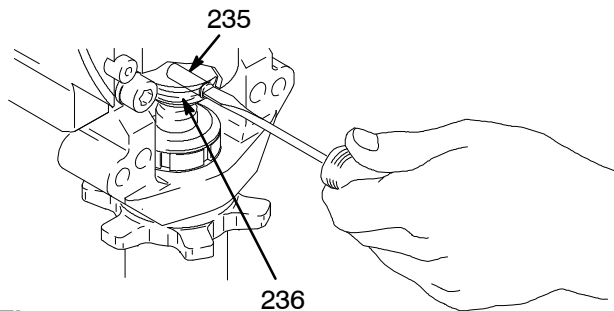

Fig. 1
3. Ta bort sugröret (34); håll fast med en nyckel på intagsventilen (A) så att pumpen inte lossnar.
4. Koppla loss pumpens utloppsslang (100) från kolvpumpens utloppsnippel (60).
5. Fig. 1. Tryck upp låsfjädern (236) längst upp på pumpen med en skruvmejsel. Tryck ut pumpstiftet (235).